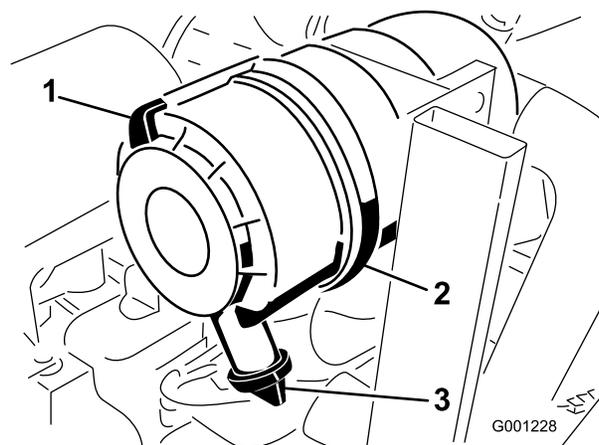

図 46
1. ラッチを引いて外し、カバーを左にひねってボディーからはずす (図 46)。
2. ボディーからカバーを外す (図 46)。
8. 出口バルブが下向き（後ろから見たとき、時計の5:00と7:00の間になるように）カバーを取り付ける（図 46）。